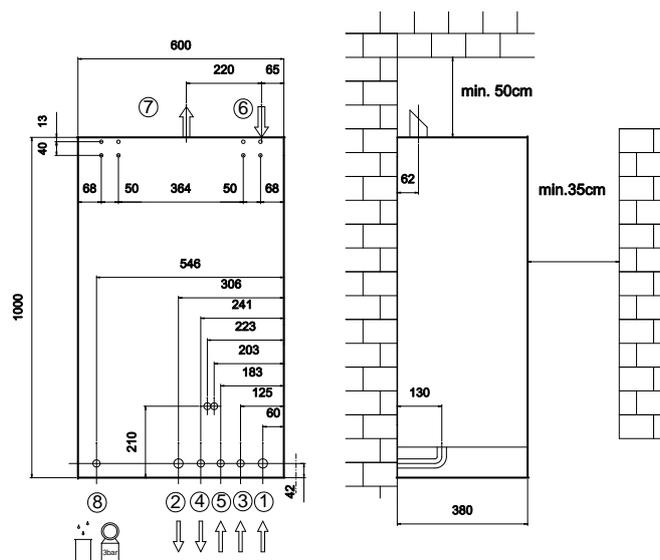

Figura 2
La caldaia deve essere fissata su una solida parete in muratura mediante i ganci forniti con l'apparecchio che troverete all'interno dell'imballo. La posizione dei ganci per un esatto posizionamento della caldaia può essere determinata utilizzando la dima in cartone presente nell'imballo (vedi Figura 2).
2. Al fine di rendere agevoli l'uso della caldaia e le operazioni di manutenzione rispettare le distanze da ostacoli fissi indicati in i Figura 2. L'altezza della caldaia va scelta in modo da rendere la sua parte superiore non raggiungibile con le mani.
La dima in cartone fornita con l'apparecchio, permette l'esatto posizionamento degli allacci idraulici. La Figura 2 mostra come devono essere predisposte le connessioni a muro. Il collegamento idraulico della caldaia può essere realizzato mediante l'apposito kit presente nella caldaia, eseguendo le seguenti operazioni: